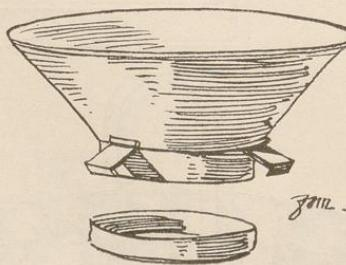

Fig. 328. Farbensieb.
2. Farbsiebe und Farbmühlen. Die Farbsiebe, zum Reinigen der Oelfarben von Farbhaut, zum Durchtreiben des Leims etc. dienend, haben die Gestalt der Milchsiebe (Fig. 328) mit